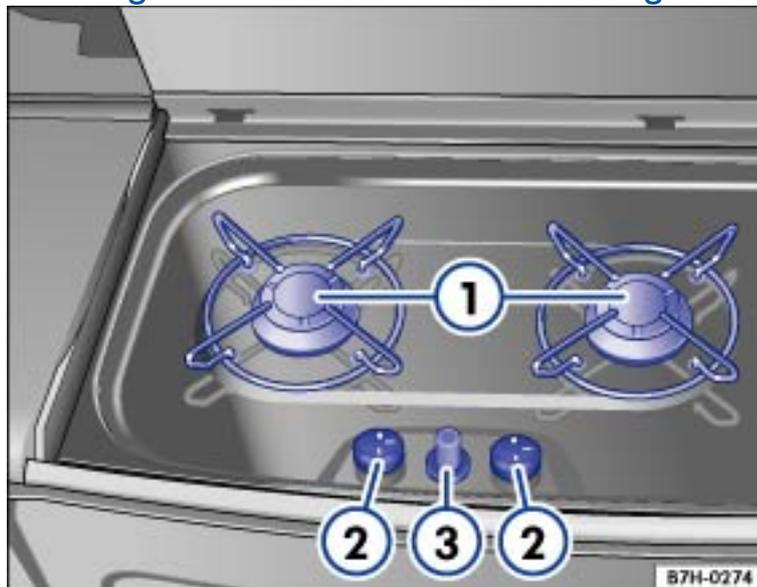

Fig. 60 Réchaud à gaz avec allumeur piézoélectrique ③ et boutons de réglage ② pour les feux droit et gauche ①
- Appuyez sur le bouton de réglage correspondant → Fig. 60② au feu souhaité et tournez-le sur le symbole représentant une petite flamme.
- Maintenez enfoncé le bouton de réglage correspondant au feu choisi et appuyez sur l'allumeur piézoélectrique ③ jusqu'à ce que le gaz qui s'échappe s'enflamme.